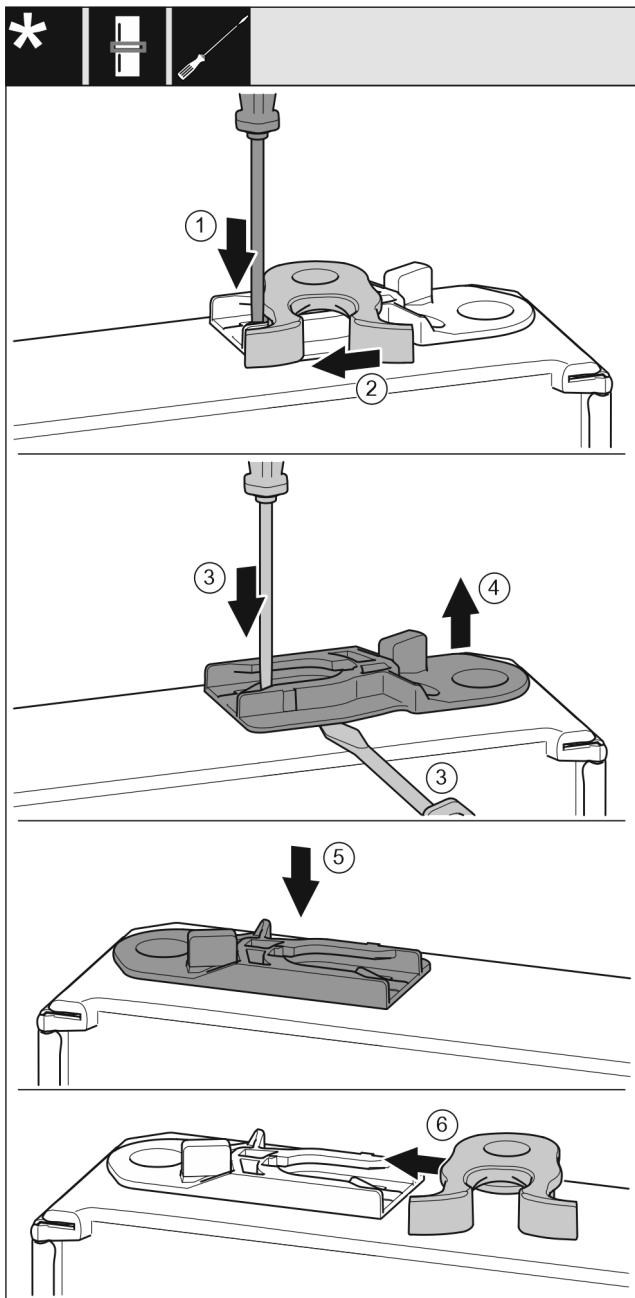

Fig. 19
- ▶ Прижмите накладку Fig. 19 (1) шлицевой отверткой вниз.
- ▶ Выберите запорный крючок Fig. 19 (2) из направляющей.
- ▶ Извлеките направляющее гнездо Fig. 19 (3, 4): прижмите накладку шлицевой отверткой и одновременно переместите ее шлицевой отверткой под направляющее гнездо.
- ▶ Вставьте входящее в комплект поставки направляющее гнездо Fig. 19 (5) на другой стороне корпуса.
- ▶ Вставьте запорный крючок Fig. 19 (6) в направляющую.